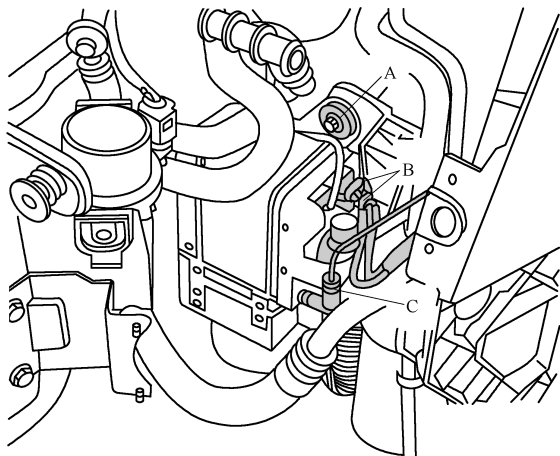
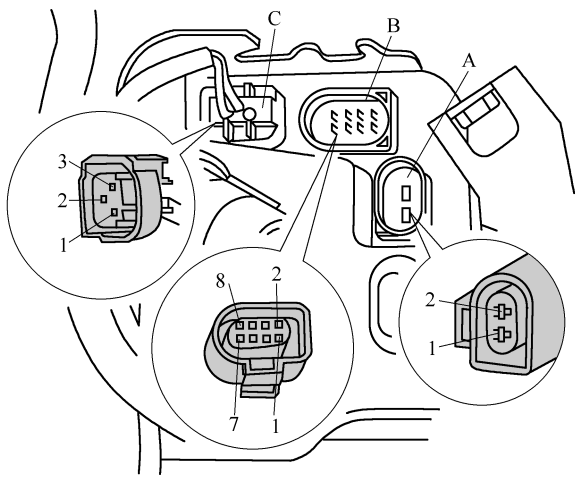

图 7-2-10 松开并从驻车暖风上取下电气插头
图 7-2-11 A、B、C 插接器端子
(2) 松开电气插头 B, 并从驻车暖风上取下, 如图 7-2-10 所示。A、B、C 插接器端子如图 7-2-11 所示。